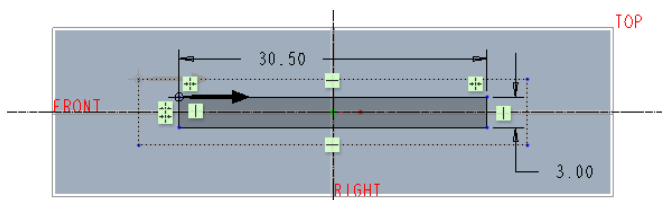

图 6-172 绘制剖面 2
(5) 绘制第二个截面（剖面 2），如图 6-172 所示，单击 （确定）按钮。